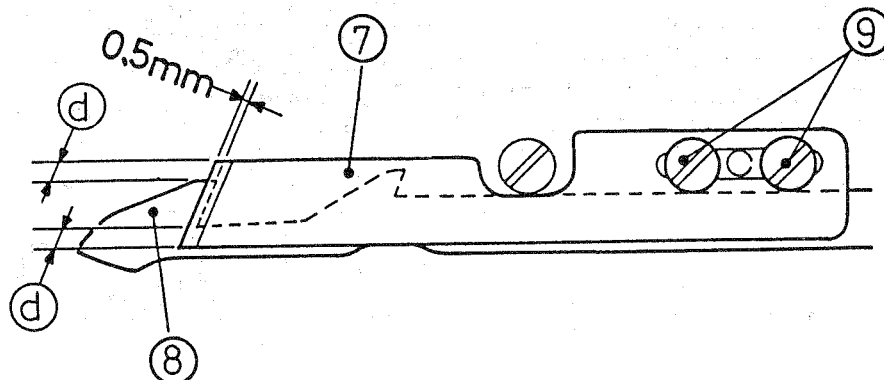

図 44
【4】上メスと下メスの位置関係 (図 44)
下メス⑧が最右位置のとき、下メス⑧と上メス⑦が図 44 のような位置(噛み合わせが平行で、噛み合わせ寸法が0.5mm)になるように、ネジ⑨を弛めて、上メス⑦の位置を調節してください。
注)図 44 の(d)寸法が、ほぼ同一であることを確認してください。